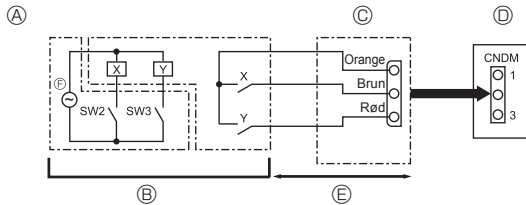

Fig. 9-2
9.2. Behovsfunktion (modifikation på stedet) (Fig. 9-2) (kun for klimaanlæg)